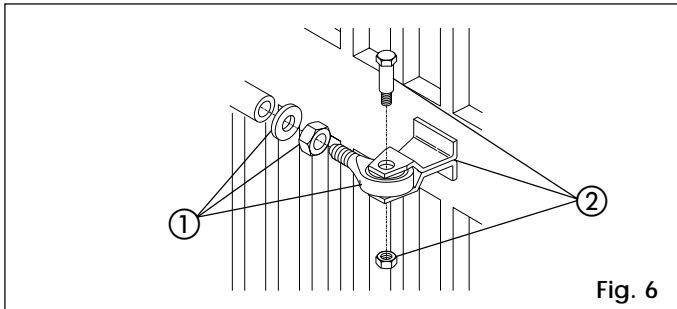

Fig. 6
- 3) Avvitare a metà l'attacco anteriore sullo stelo (rif. 1 Fig. 6) e serrare con il dado in dotazione.
- 7) Montare l'attacco anteriore sullo stelo (rif. 2, Fig. 6).